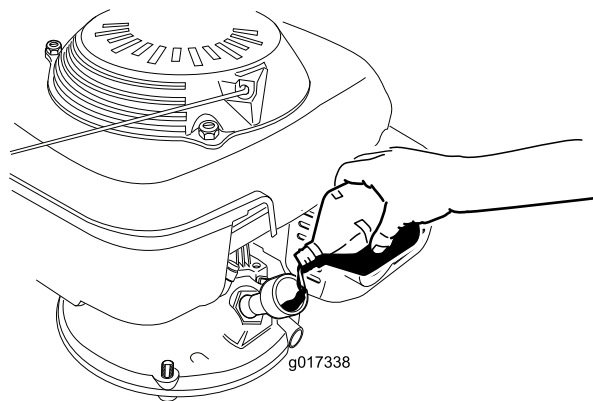

图7
3. 慢慢将机油倒入注油孔，等待 3 分钟，将量油尺擦干净后插入注油孔（不是拧入加油盖（图7）），检查量油尺上的机油油位。